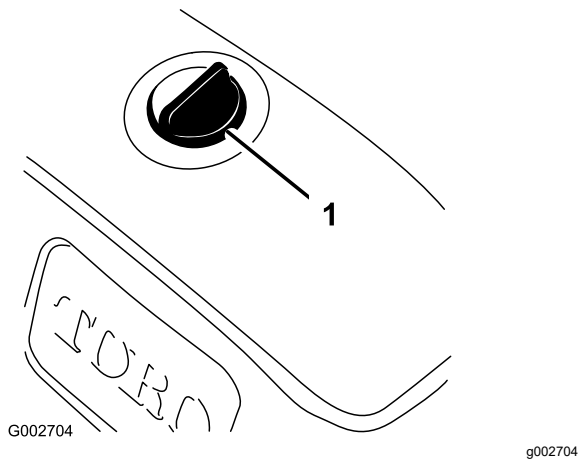

Figura 17
2. Pulite attorno al tappo del serbatoio idraulico per impedire l'ingresso di corpi estranei nel serbatoio (Figura 17).